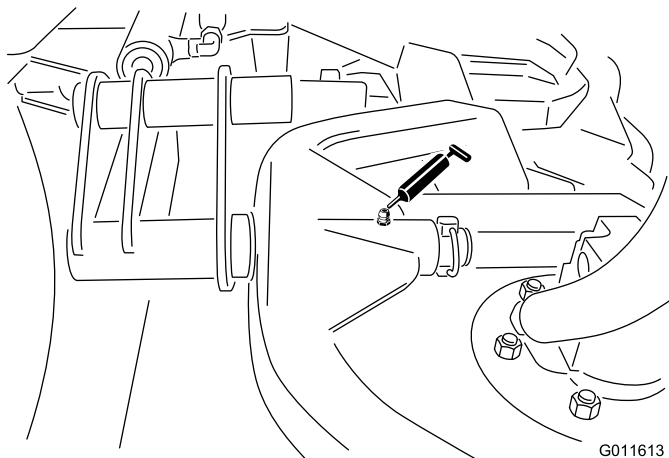

Bild 29
- Mähwerkträgererrahmen und Drehzapfen (1) (Bild 29)